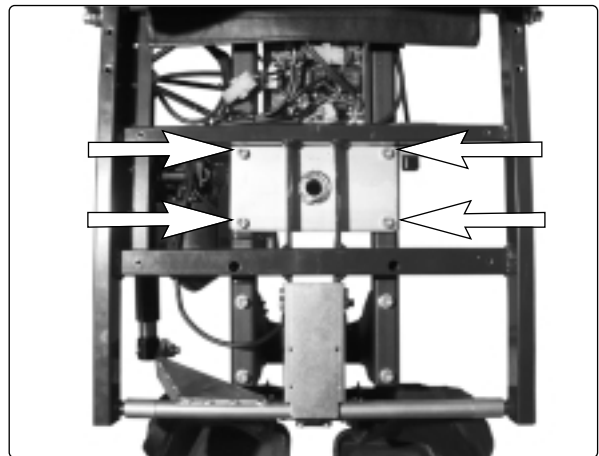

Abb. 32. Befestigung der Sitzhöhenverstellung am Sitz
11. Nehmen Sie den oberen Teil der Sitzhöhenverstellung vom Sitz ab, indem Sie die vier Schrauben abschrauben, siehe Abb. 32. Die Halterung für zwei Geber und ein Führungsblech ist mit denselben Schrauben befestigt. Merken Sie sich deren Lage für den späteren Einbau.